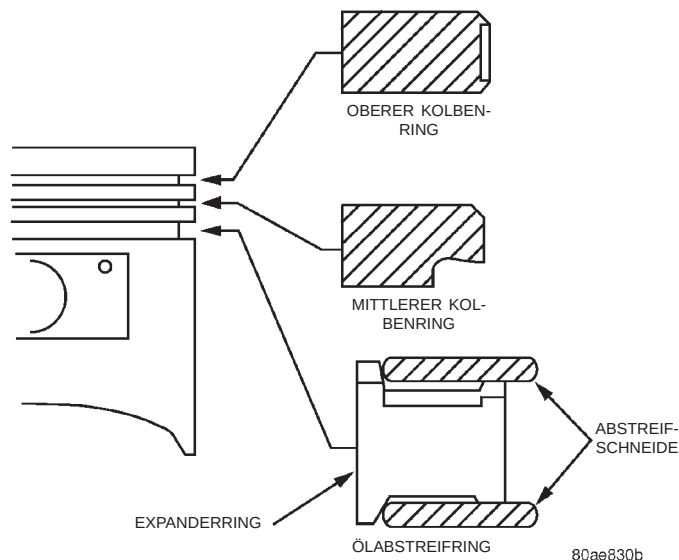

Abb. 95 Kolbenring — Einbau
(1) Der obere und der mittlere Kolbenring haben einen unterschiedlichen Querschnitt. Der mittlere Kolbenring muß so eingebaut werden, daß die Herstellermarkierung (Punkt) nach oben in Richtung Kolbenboden weist (Abb. 95).